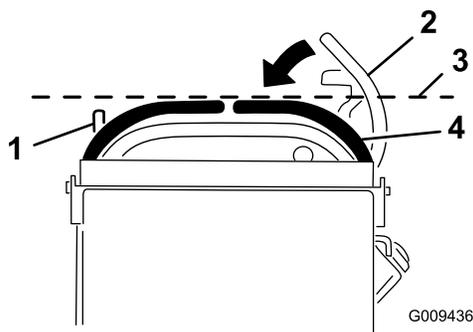

Figure 76
3. Abaissez le levier de commande de déplacement droit hors de la position de verrouillage au point mort (Figure 76).
4. Vérifiez si le levier de commande de déplacement droit s'aligne horizontalement sur le levier de commande de déplacement gauche (Figure 76).